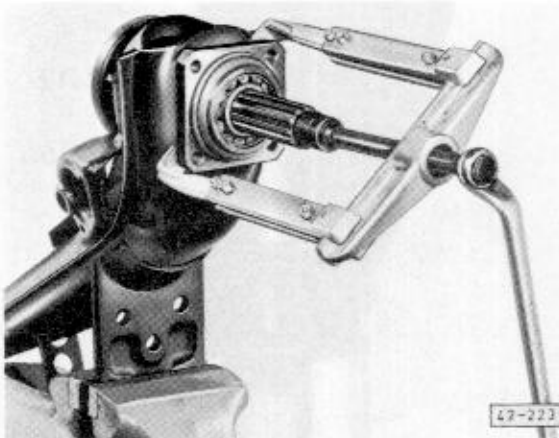
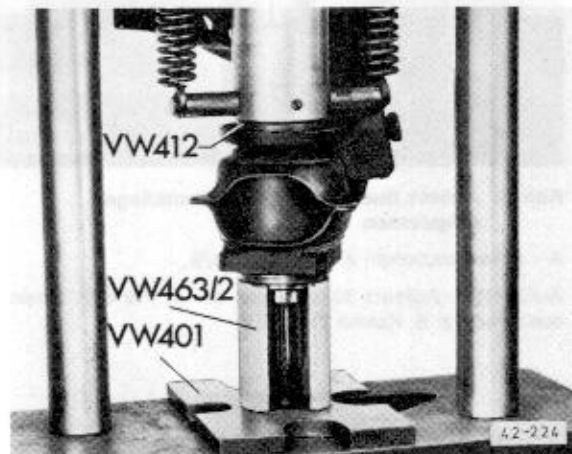

Abb. 1 Hinterradwelle ausdrücken
Abb. 2 Hinterradwelle eindrücken
- Hinterradwelle mit weichem Dorn austreiben oder mit Zweiarmsabzieher ausdrücken Abb. 1, bei ein- oder ausgebautem Achslenker eintreiben oder eindrücken Abb. 2